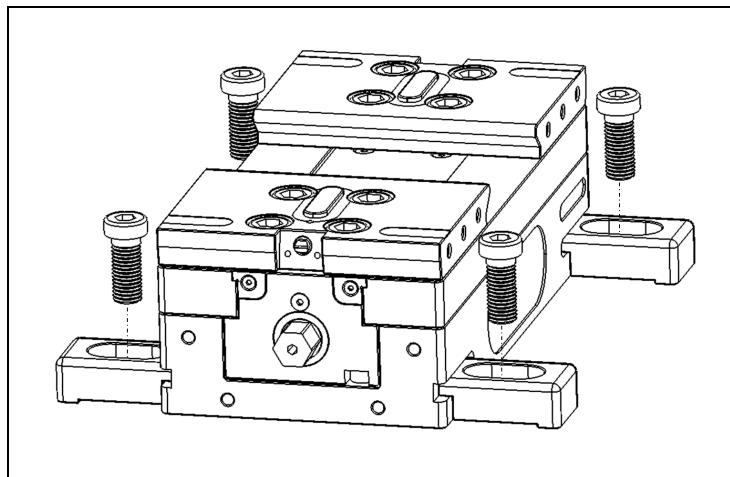

Abb. 20 Befestigung mit Spannpratzen
- Spannpratzen montieren. Es existieren zwei verschiedene Spannpratzenvarianten: M10 10.9 (DIN 7984): Anzugsdrehmoment: 60Nm und M12 10.9 (DIN 7984): Anzugsdrehmoment: 90Nm. (Abb. 20)